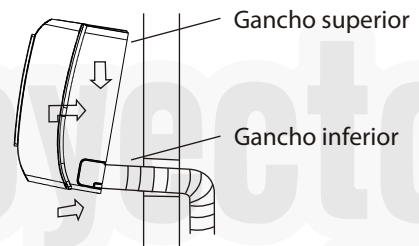
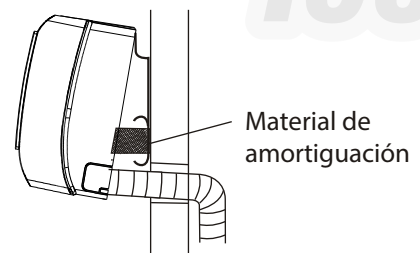

Fig.9
Fig.10
2. Coloque el gancho superior en la parte trasera de la evaporadora en el gancho superior de la placa de instalación, mueva la evaporadora de lado a lado para ver que está bien enganchada. ( ver Fig.9 & Fig.10).